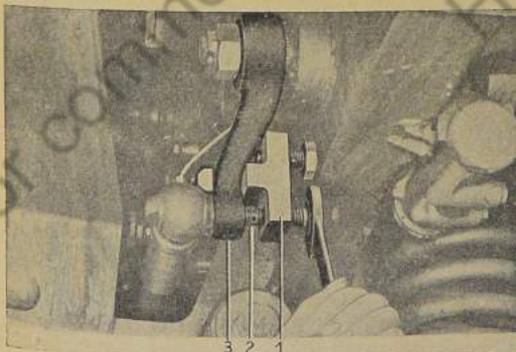

Bild 534: Kugzapfen aus Lenkstockhebel herausdrücken
3. Beide Kugzapfen mit Abdrücker Nr. 1505 herausdrücken (Bild 534). Lenkstange abnehmen